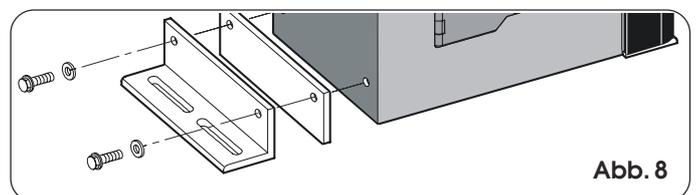

Abb. 8
- 1) Die Befestigungswinkel mit schwingungsdämpfenden Abstandstücken nach Abb. 8 an dem Antrieb befestigen.